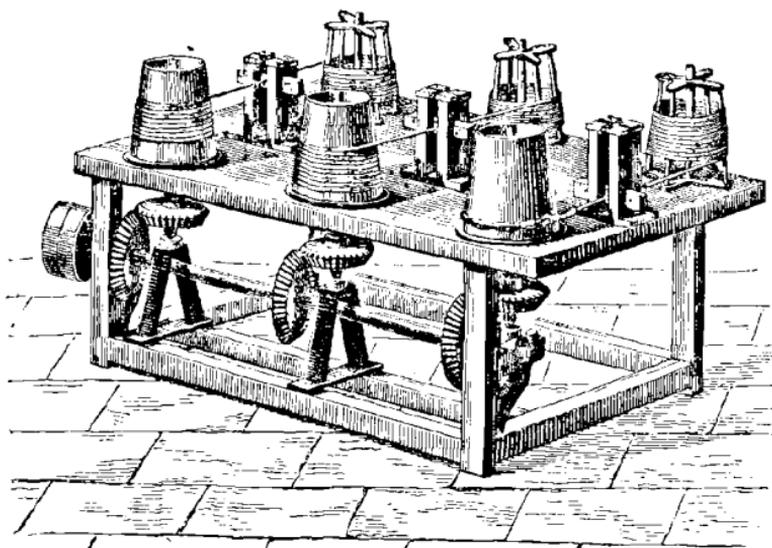

FIG. 40. — Tréfilerie.
(1) On appelle *ductilité* la propriété qu'a un métal de se laisser étirer en fils.
*banc à tirer, ou table de tréfilerie, représenté par la figure 40.*